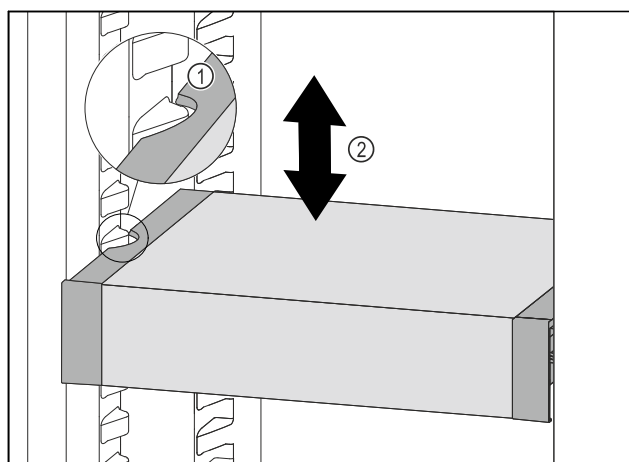

Fig. 87
- ▶ Táhněte VarioSafe dopředu, dokud nebudou boční vybrání VarioSafe na úrovni žebrování na nádoby v chladniče. Fig. 87 (1)
- ▶ Posouvejte VarioSafe v chladniče nahoru nebo dolů, dokud nedosáhnete požadované výšky. Fig. 87 (2)